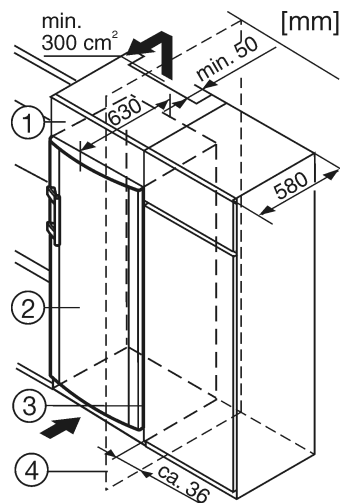

Fig. 14
- (1) Överskåp
- (2) Skåp
- (3) Köksskåp
- (4) Vägg
Vid inbyggnad med normala köksskåp (djup max. 580 mm) kan skåpet placeras direkt intill köksskåpet *Fig. 14 (3)*. Skåpets dörr står i sidled 34 mm och i mitten 50 mm framför köksskåpsfronten. Den kan därför utan problem öppnas och stängas.
Om skåpet placeras med gångjärnen bredvid en vägg *Fig. 14 (4)* skall avståndet mellan skåpet och väggen vara minst 36 mm. Detta motsvarar handtagsavståndet med öppen dörr.